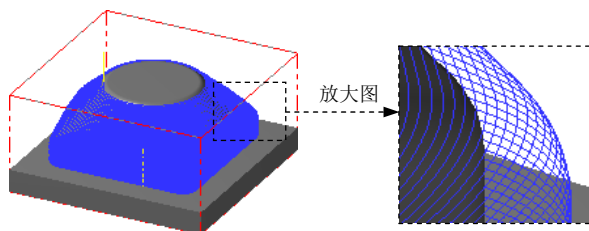

图 6.16 刀具路径
(1) 完成上步操作后，在“曲面精加工等高外形”对话框的 **刀具路径参数** 选项卡的列表框中显示出 Step4 所选择的刀具，双击该刀具，系统弹出“定义刀具-机床群组-1”对话框。
(2) 设置刀具号码。在“定义刀具-机床群组-1”对话框的 **刀具号码** 文本框中，将原有的数值改为 3。
(3) 设置刀具的加工参数。单击“定义刀具 - 机床群组-1”对话框的 **参数** 选项卡，在 **进给率** 文本框中输入值 400.0，在 **下刀速率** 文本框中输入值 200.0，在 **提刀速率** 文本框中输入值 500.0，在 **主轴转速** 文本框中输入值 2000.0。
(4) 设置冷却方式。在 **参数** 选项卡中单击 **Coolant...** 按钮，系统弹出“Coolant...”对话框，在 **Flood** (切削液) 下拉列表中选择 **On** 选项。单击该对话框中的 **✓** 按钮，关闭“Coolant...”对话框。
Step9. 单击“曲面精加工等高外形”对话框中的 **✓** 按钮, 完成加工参数的设置, 此时系统将自动生成图 6.16 所示的刀具路径。